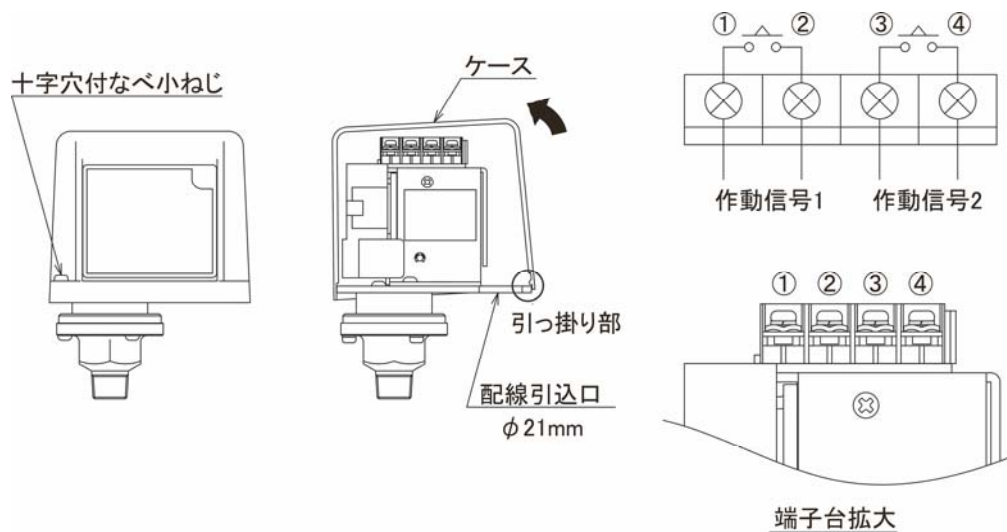
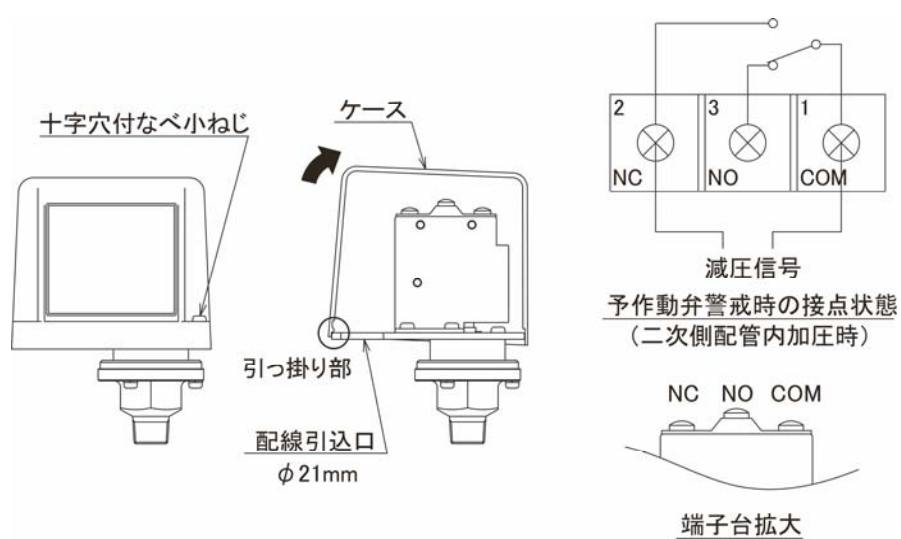

図21
図22
仕様は下表のとおりです。この範囲内でご使用ください。作動警報用圧力スイッチは2a接点仕様ですので、20ページの図21に示す端子番号「①－②」または「③－④」とプリアクション制御盤「SDP-nL」（以下、制御盤という場合があります）とを接続してください。減圧警報用圧力スイッチは1c接点仕様ですので、20ページの図22に示す端子「COM」－「NC」とプリアクション制御盤「SDP-nL」とを接続してください。端子台への配線引込口はφ21mmです。